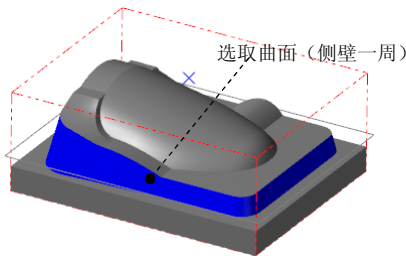

图 17.28 选取加工曲面
(1) 选取加工曲面。在图形区中选择图 17.28 所示的面 (共 23 个), 然后单击 **Enter** 键, 系统弹出“刀具路径的曲面选取”对话框。